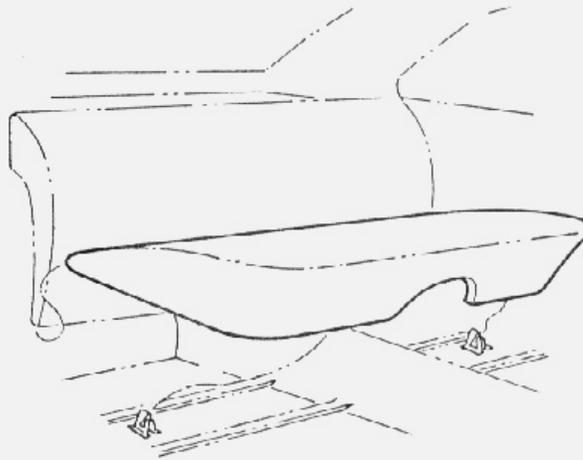

fig. 4 — instalação do assento do banco traseiro
4. Empurrar o assento para trás e para baixo, de modo a encaixá-lo na posição correta (fig. 4).